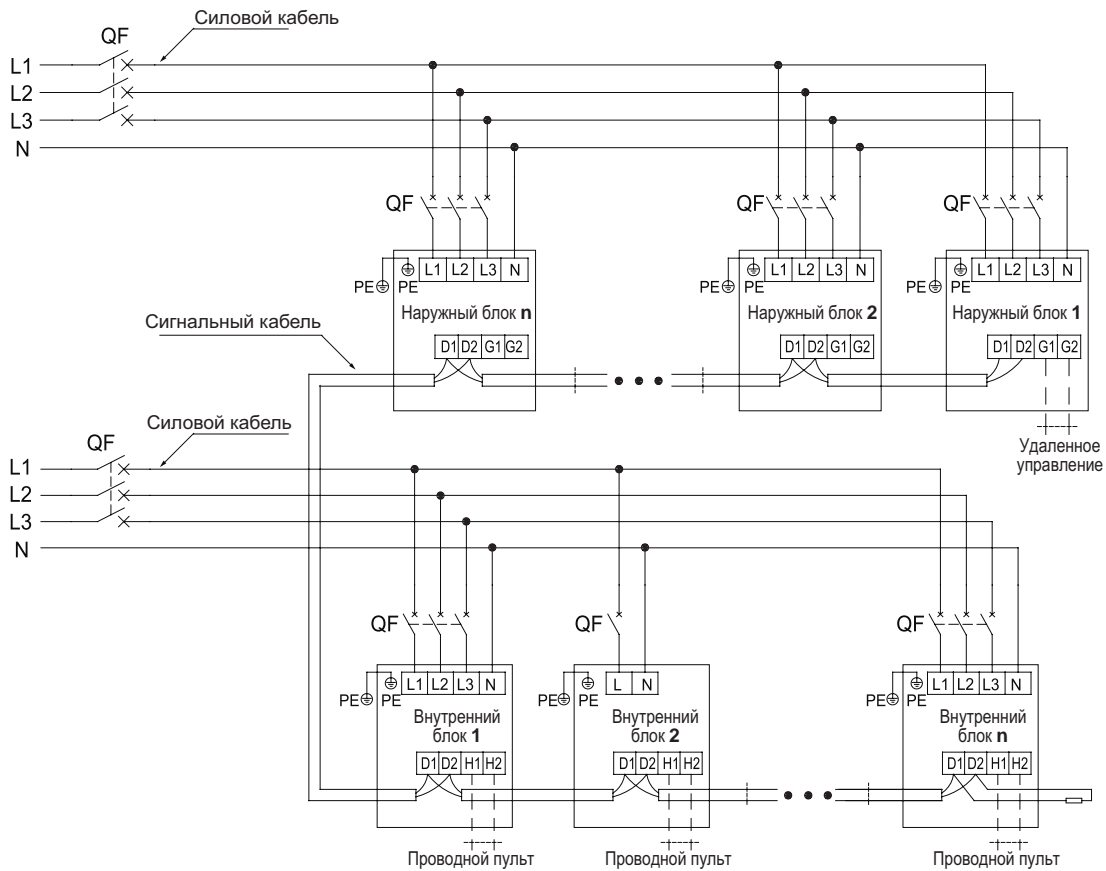

Рис. 9.2.
9.14. Схема подключения системы к сети электропитания (при модульной компоновке системы) приведена на рис. 9.2.